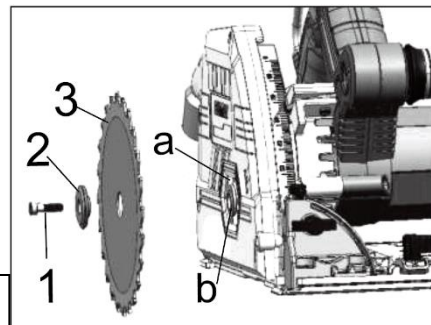

Рис.2
ПРИМЕЧАНИЕ: Не удаляйте внутренний фланец (a) со шпинделя (b). (См. Рис.2)
5. Установите новый пильный диск (3) согласно стрелкам направления вращения на диске и защитном кожухе ! (Рис.2).
6. Установите внешний фланец (5) и затяните крепежный болт (4) (рис. 2)